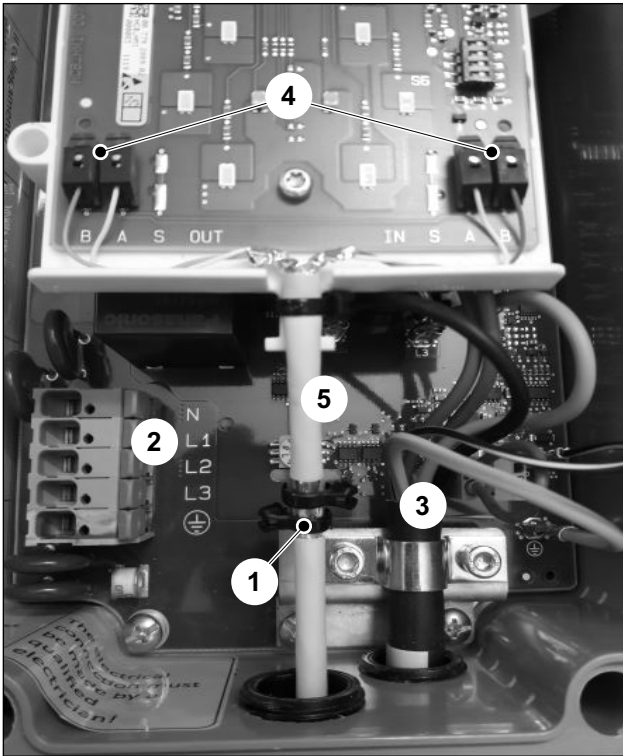

Fig. 7 Percorso dei cavi nel cablaggio centrale
I singoli conduttori del cavo della tensione di alimentazione (fig. 7/2) e del cavo di ricarica (fig. 7/3) vanno posati alla maggior distanza possibile dalla linea del bus.
3. Fissare lo schermo scoperto al morsetto di schermatura (fig. 7/1) mediante una o due fascette serracavi.
4. Spellare quattro conduttori per circa 8 mm e collegarli ai corrispondenti morsetti (fig. 7/4).
La linea del bus deve essere posata senza guaina di rivestimento tra il morsetto di schermatura e la scheda di collegamento (fig. 7/5).